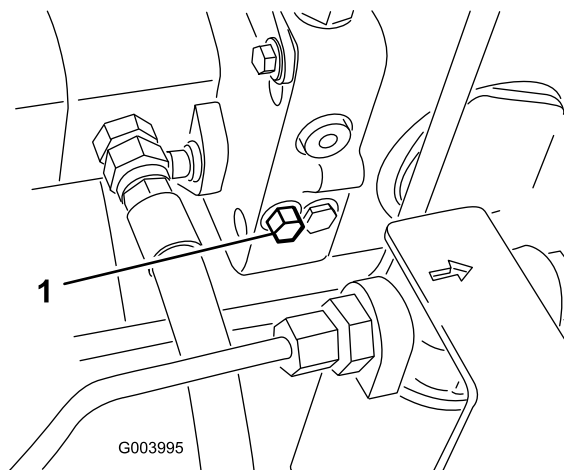

Figura 43
1. La válvula de desvío está situada en el lado izquierdo del hidrostato (Figura 43). Gire el perno una vuelta y media para abrirla y dejar pasar el aceite internamente. Puesto que el aceite se desvía, la máquina puede ser movida lentamente sin dañar la transmisión.